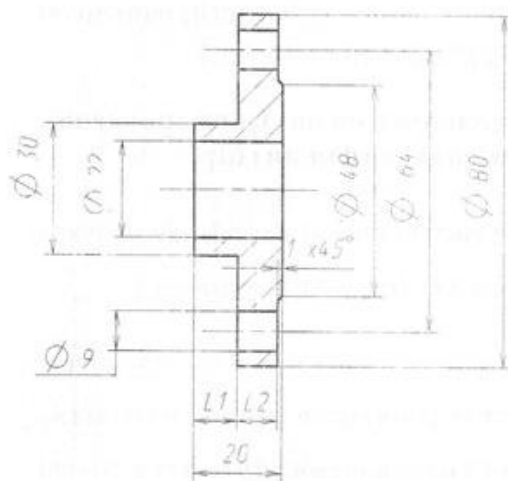

Рис. 2 Фланец.
4. Разработать параметризованную модель детали «Фланец» согласно эскизу рис. 2. Внешние переменные у фланца должны быть согласованы с параметрами вала:  $D_{otv}$  и  $N_{otv}$